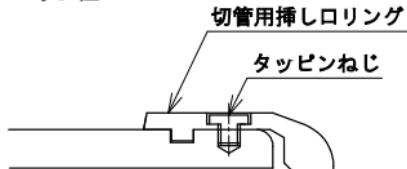

図82 タッピンねじの締め付け
- ⑤ プラスドライバを用いてタッピンねじを締め付けて切管用挿し口リングを固定する（切管用挿し口リングからねじの頭部が飛び出ない程度が目安 図82）。タッピンねじが所定の位置まで締め込められない場合は、⑨の手順に従い再加工を行う。
- 締め付け後、ねじ部のシールゴムが切管用挿し口リングから飛び出していないことを確認する。シールゴムが切管用挿し口リングから飛び出している場合は、⑨の手順に従い再加工を行う。